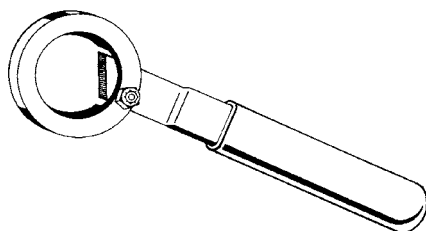

Рис. 5.18. Инструмент для принудительного извлечения встроенных цилиндров (С разрешения компании A-1 Security Manufacturing Corp.)
- ☐ Инструменты для извлечения цилиндров врезных замков (рис. 5.18)